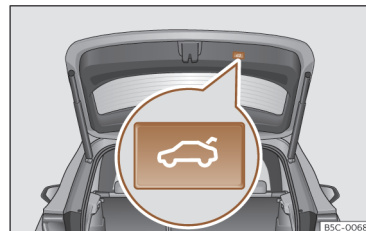

Abb. 79 Heckklappe: Taste zum Schließen der Heckklappe.
- Drücken Sie kurz die Taste  an der Heckklappe >>> (**Abb. 79**), >>>  in *Einleitung zum Thema* auf Seite 111.
Während des Vorgangs zum Öffnen oder Schließen der Heckklappe ertönen akustische Signale. *Ausnahme:* Wenn die Heckklappe mittels Haltegriff oder Easy Open-Funktion mit einer Fußbewegung geöffnet oder mit der dafür vorgesehenen Taste geschlossen wird >>> (Abb. 79).
- Drücken Sie die Taste  >>> (Abb. 79) an der Heckklappe mindestens 3 Sekunden lang. Der Öffnungswinkel wird abgespeichert. Das Speichern wird durch Blinken der Warnblinkanlage und durch ein akustisches Signal bestätigt.
- Drücken Sie die Taste  >>> (Abb. 79) an der Heckklappe mindestens 3 Sekunden lang.